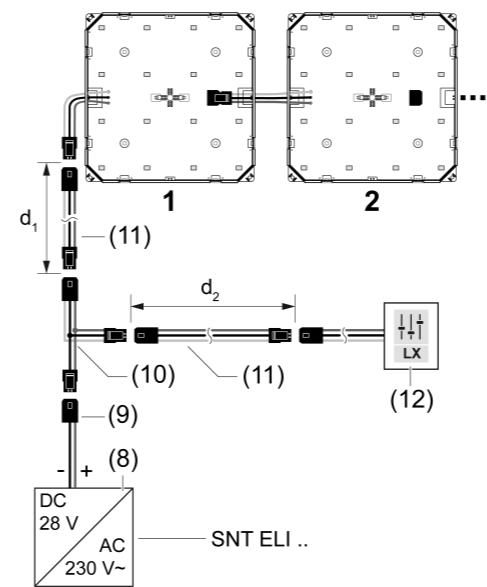

Bild 8: Elektrischer Anschluss
- Erste LED-Lampe mit Hilfe des Adapterkabels (9) an die Spannungsversorgung (8) anschließen (Bild 8).
- Weitere LED-Lampe mit der Zuleitung (4) an der Ausgangsbuchse (5) der ersten LED-Lampe anschließen (Bild 8).
- Bei Raster-Montage mit Verbindern: Zuleitung (4) wie dargestellt in den Halteklammern der Verbinder (7) fixieren.